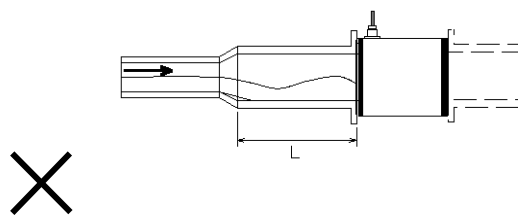

図5. 上流で拡管されている場合
- (a)上流側配管が細く、検出器に近くで拡管されている場合。図5。